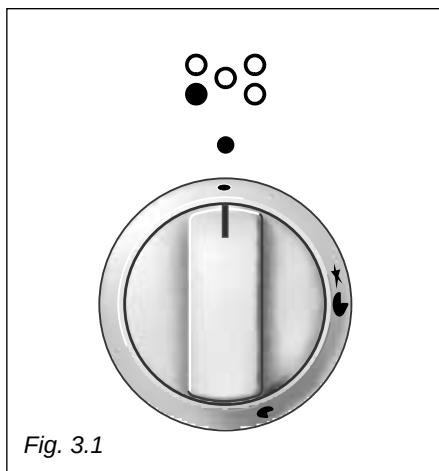
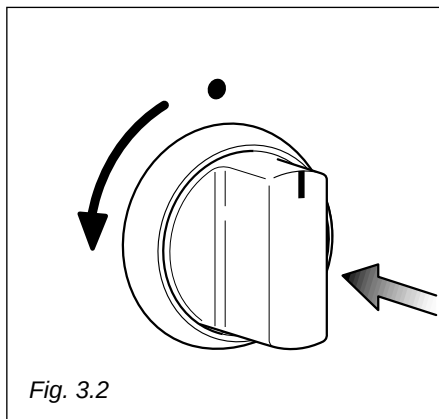

Fig. 3.1
Fig. 3.2
L'arrivée du gaz au brûleur est commandée par une manette (fig. 3.1).
- Pour allumer le brûleur, appuyer sur la manette et la faire tourner (fig. 3.2) jusqu'à la position de débit maximum (grande flamme ); puis continuer à appuyer sur la manette jusqu'à ce que l'allumage se fasse (fig. 3.1).